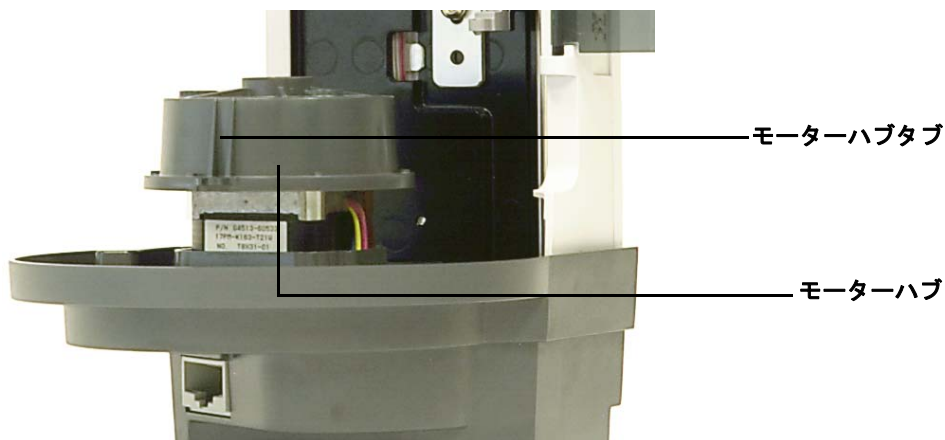

図 94 外側を向いたモーターハブのタブ
- 9 モーターハブを回転させて、モーターハブのタブが外側を向くようにします (図 94)。